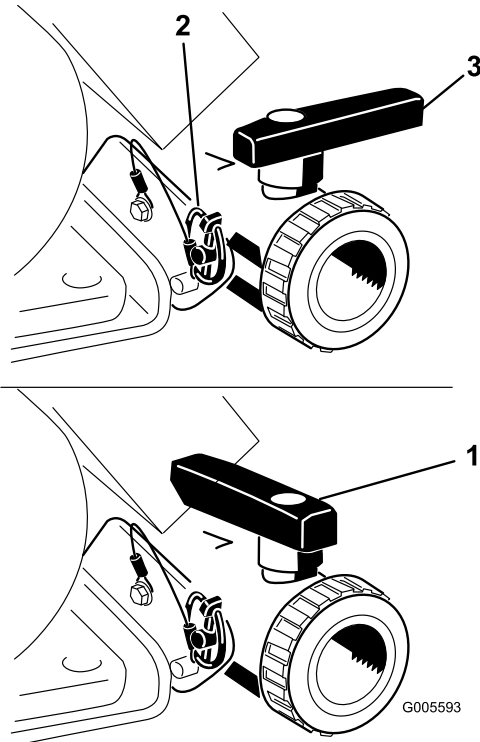

Bild 21
Öffnen Sie das Ventil, sodass nicht verwendete Materialien vom Tank ablaufen können und entsorgen Sie diese gemäß der lokalen Vorschriften und der Vorschriften des Herstellers (Bild 21). Nehmen Sie nach dem Ablassen den Klapptecker von der Halterung ab, mit der das Ablassventil an der Maschine befestigt ist, und legen Sie das Ventil auf den Boden. Dann kann Restmaterial in der Leitung ablaufen.
3. Wenn der Tank ganz geleert ist, setzen Sie das Ventil mit dem vorher abgenommenen Klapptecker im Rahmen ein und schließen Sie das Ablassventil (Bild 21).